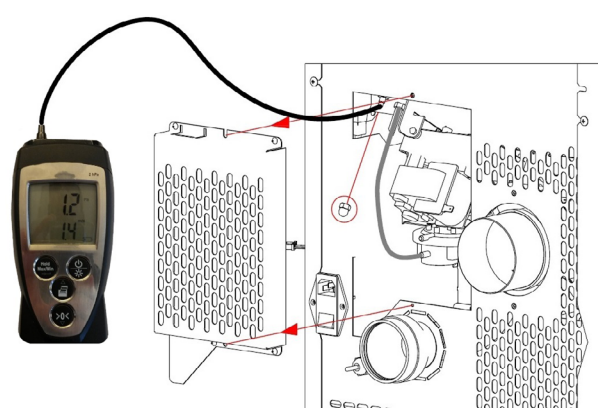

Fig. 75 - Anschluss des Digitaldruckwächters
- Über einen kleinen Schlauch einen Digitaldruckwächter zum Messen des Unterdrucks anschließen (siehe **Fig. 75 a pag. 31**).